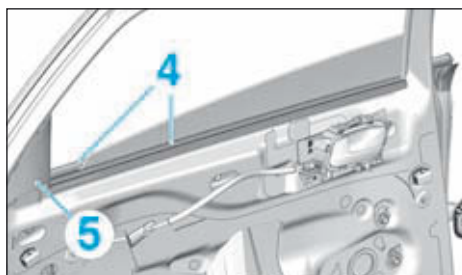

FIG.77
- Déposer les lèche-vitres intérieur et extérieur (4) (Fig.77).
- Déposer la garniture (5).